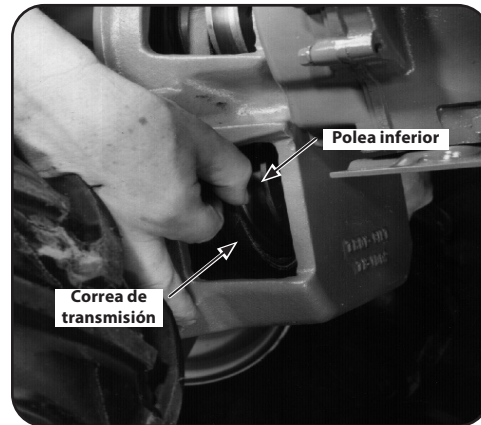

Figura 5-25
3. Utilice la mano derecha para mover la correa hacia abajo y alejarla de la polea izquierda, en dirección al motor. Consulte la Figura 5-25.